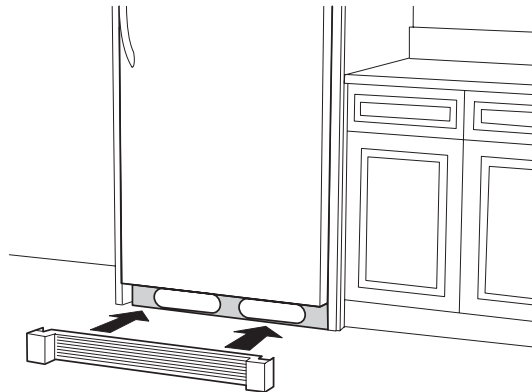

Figura 12
8. Coloque la rejilla inferior metálica (F) usando los dos tornillos que guardó durante la remoción de la rejilla plástica en el paso 4. Es posible que pueda alinear los tornillos con mayor facilidad, si abre las puertas de ambas unidades. Haga pasar los tornillos a través de los agujeros en el lado derecho e izquierdo de la rejilla inferior y apriételos hasta que queden levemente apretados. Ajuste como para que la parte superior de la rejilla inferior quede paralela a la parte inferior de ambas puertas, y luego ajuste ambos tornillos. Vea la figura 12.